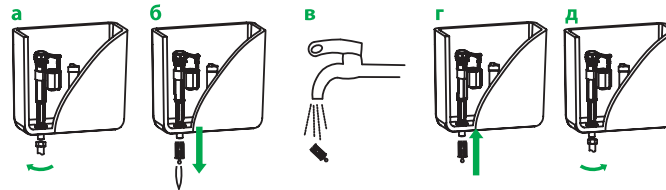

Рис. 7 / 7-сур.
2. Открутить шланг подвода воды (рис. 7а) и руками (или с помощью пинцета) извлечь фильтр-вставку из корпуса впускного клапана (рис. 7б).
3. Промыть фильтр (рис. 7в).
4. Собрать все в обратной последовательности (рис. 7г, д).